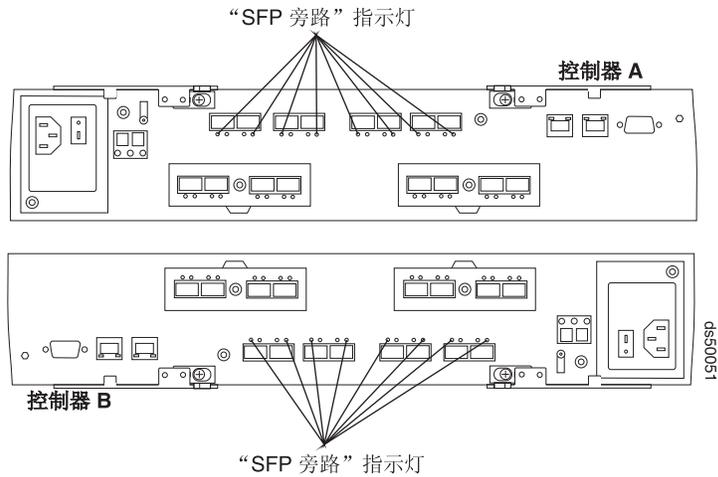

图 124. “需要注意” 和 “SFP 模块旁路” 指示灯
3. 通过检查控制器上的“SFP 旁路”指示灯和“需要注意”指示灯查找出故障的 SFP 模块。如果检测到故障，那么指示灯亮起。第 182 页的图 124 显示了控制器上“SFP 旁路”指示灯和“需要注意”指示灯的位置。